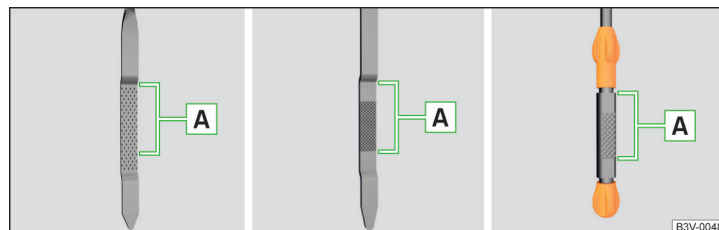

Fig. 138 Prezentarea în principiu: Joja de ulei
Joja de ulei » fig. 138
- Nivelul uleiului nu trebuie să fie în niciun caz sub sau deasupra domeniului  » fig. 138 - există pericol de deteriorare motorului, precum și a instalației de evacuare a gazelor arse.